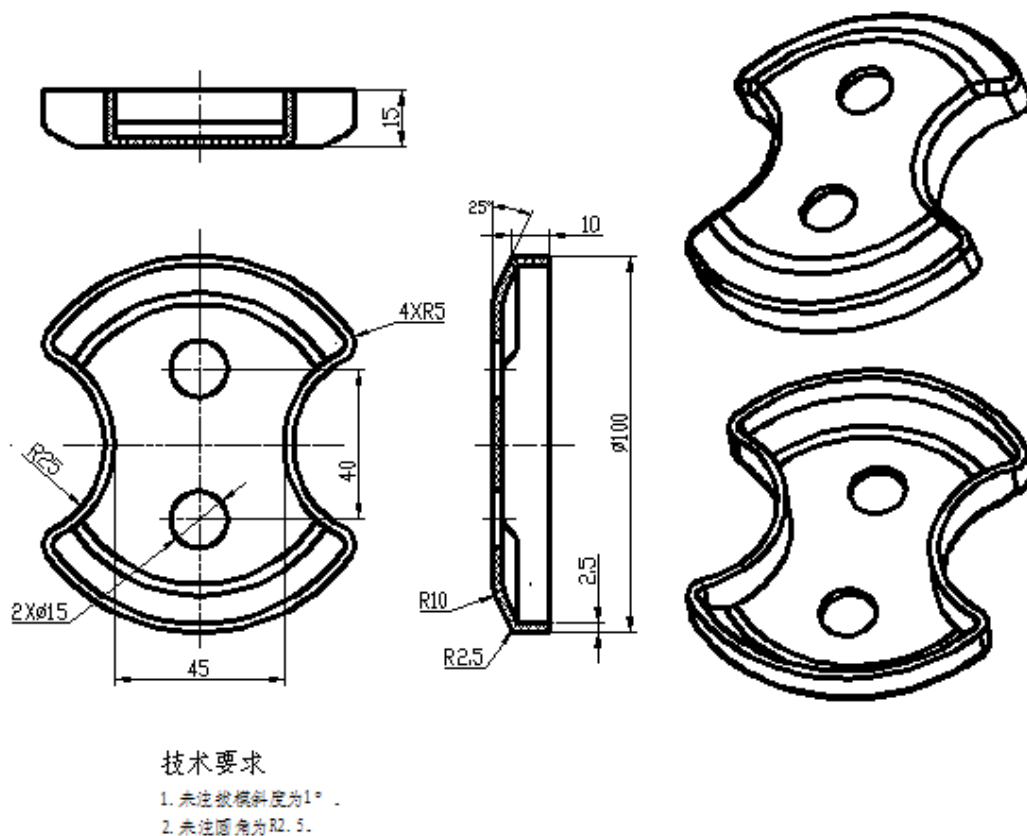

图 2-19 机盖
按照图2-19的要求，进行月牙盖盖塑件造型及注射模具型腔、型芯零件设计。塑件材料：ABS，收缩率0.5%，尺寸精度MT7。
(1) 在F盘下建立考生文件夹，文件夹名称为考生准考证号，塑件三维造型及型腔、型芯设计所完成后的文件都存于此文件夹中。
(2) 根据图2-19对该塑件进行三维造型设计，文件名称为3DSJ。
(3) 完成该塑件的注射模具型腔、型芯零件设计，一模两穴。
(4) 分模文件名称为SJFM，型腔 (cavity) 和型芯(core)。